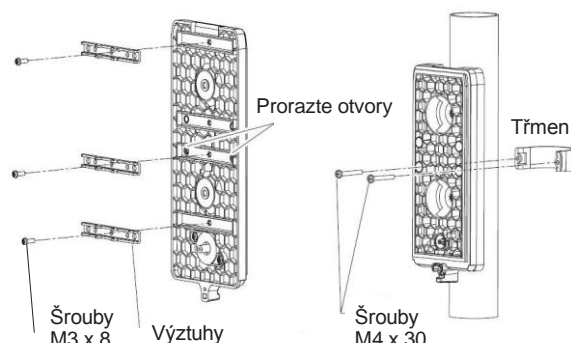

Fig. 3 Preparación para el montaje de la barrera en un poste
2. Instale las bases en los lugares deseados. Al instalar en una pared: en la base abra rompiendo dos agujeros para tornillos. Las bases podrán instalarse también en un poste de diámetro de 43 – 48 mm, en tal caso utilice varios travesaños y un estribo – véase la Fig. 3.